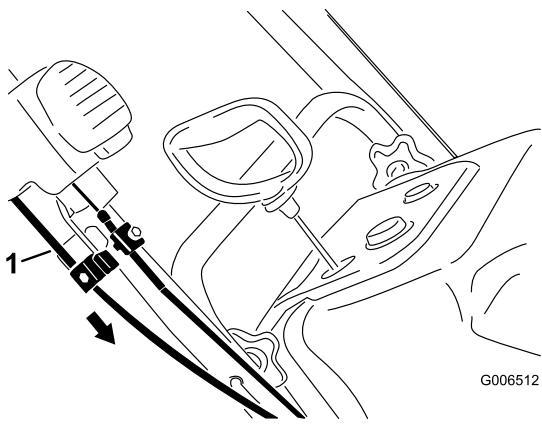

Рисунок 41
4. Удерживая желоб направленным строго вперед, потяните вниз оболочку нижнего троса так, чтобы устраниТЬ провисание троса, и затем надежно затяните винт зажима нижнего троса(Рисунок 41).